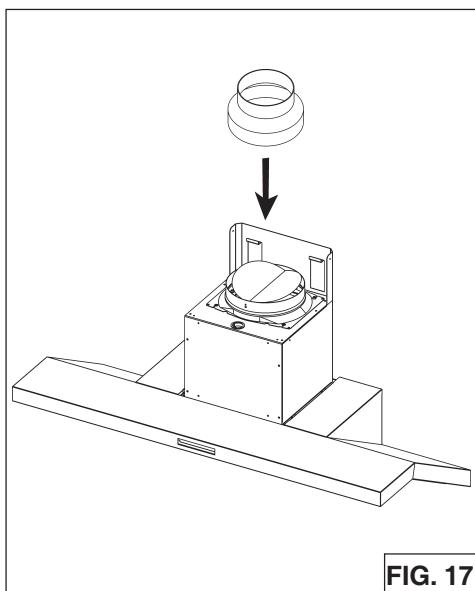

FIG. 17
1. Instale el collarín de descarga suministrado con la campana (Fig.17).
2. Fije el adaptador de 6 a 8 pulg. (15.2 a 20.3 cm) a la descarga del ventilador y aplique cinta para conductos de aluminio a las uniones (Fig.17).